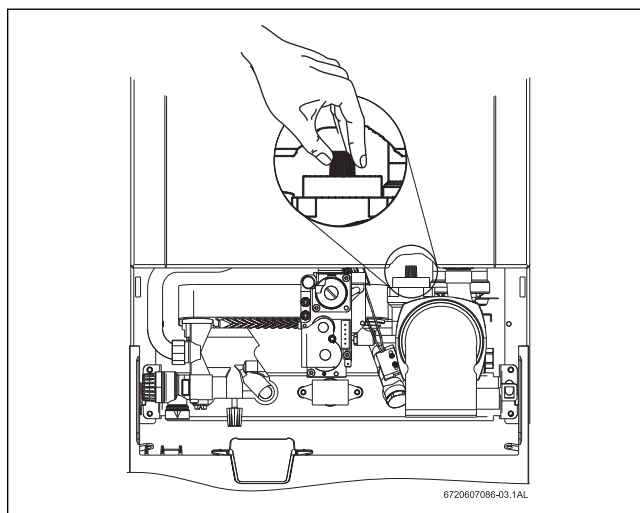

Fig. 10 Purgador automático
- Para evacuar o ar do aparelho utilizando o purgador automático que incorpora, abrir a tampa do purgador automático (ver Fig. 10).